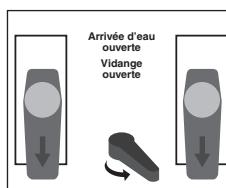

Figure 4 – Ajout de produit chimique
2. Tournez les vannes d'arrivée et de retour et l'inverseur aux positions indiquées à la Figure 4.